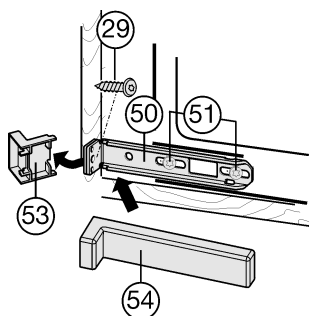

Fig. 24
- Afloje ligeramente los tornillos Fig. 24 (51).
- Atornille la escuadra de fijación Fig. 24 (50) inferior con el tornillo para tablero de partículas Fig. 24 (29) $\varnothing 4 \times 19$ en la pared del mueble.
- Saque el extremo saliente de la cubierta Fig. 24 (53).
- Apriete los tornillos Fig. 24 (51).
- Coloque la cubierta Fig. 24 (54) en la escuadra de fijación Fig. 24 (50) inferior.